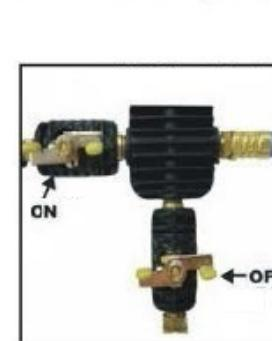
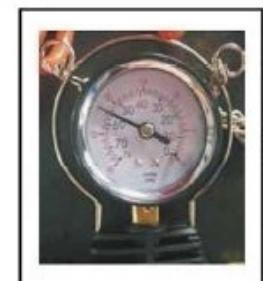

Рис. 2
Рис. 3
- Убедитесь, что переключатель (3) открыт, а переключатель (6) закрыт (рис.2).
- Используя штуцер (4) подключите к вакуумному манометру источник подачи сжатого воздуха.
- Нажмите кнопку «on» (5), для начала подачи воздуха (рис.3). Когда показания манометра достигнут 20-25 inHG (50-60 cmHG) (рис.4), прекратите подачу воздуха, нажав кнопку «off» (5).